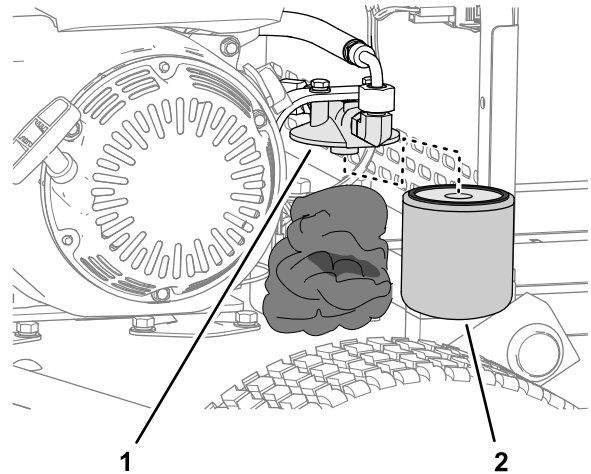

Bild 37
2. Legen Sie Lappen unter den Hydraulikfilter (Bild 37).
3. Entfernen Sie vorsichtig den Hydraulikfilter (Bild 37).
5. Montieren Sie den Filter von Hand am Filterkopf (Bild 37), bis die Dichtung den Filterkopf berührt, und ziehen Sie den Filter dann um eine Dreiviertel-Umdrehung weiter an.